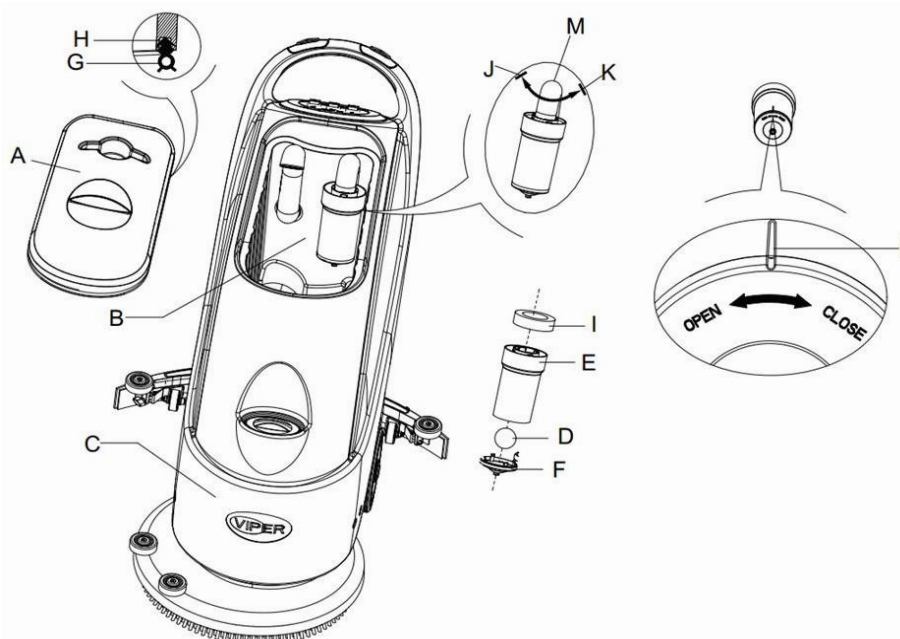

Рисунок 16
2. Нажмите кнопку включения питания (41) и установите ее в позицию "O" для отключения устройства.
3. Откройте резервуар для воды (A, Рисунок 16), и снимите поплавков устройства (36) из резервуара для грязной воды.
4. Используйте чистую воду для очистки крышки (A), резервуара (B и C), и опорной рамы фильтра-поплавка (E). Через отверстие трубы (15), слейте всю воду из резервуара.
5. При необходимости, возле символов "Open" и "Close" как показано на **рисунке 16**, отсоедините нижнюю крышку (F) от фильтра-поплавка и очистите поплавок (D), опорную раму (E), а также фильтр подушки (I). После очистки зафиксируйте фильтр-поплавков на опорной раме (E), а затем выровняйте паз (L) на нижней крышки (F) с пазом поплавкового фильтра (L) к опорной раме (E). Поверните нижнюю крышку (F) с точкой фильтра-поплавка и закрепите плотно фильтр к подушке (I) на опорную раму фильтра-поплавка (E), а затем на Вакуумную трубку (M).
6. Проверьте герметичность уплотнительного кольца (G) крышки резервуара с водой..